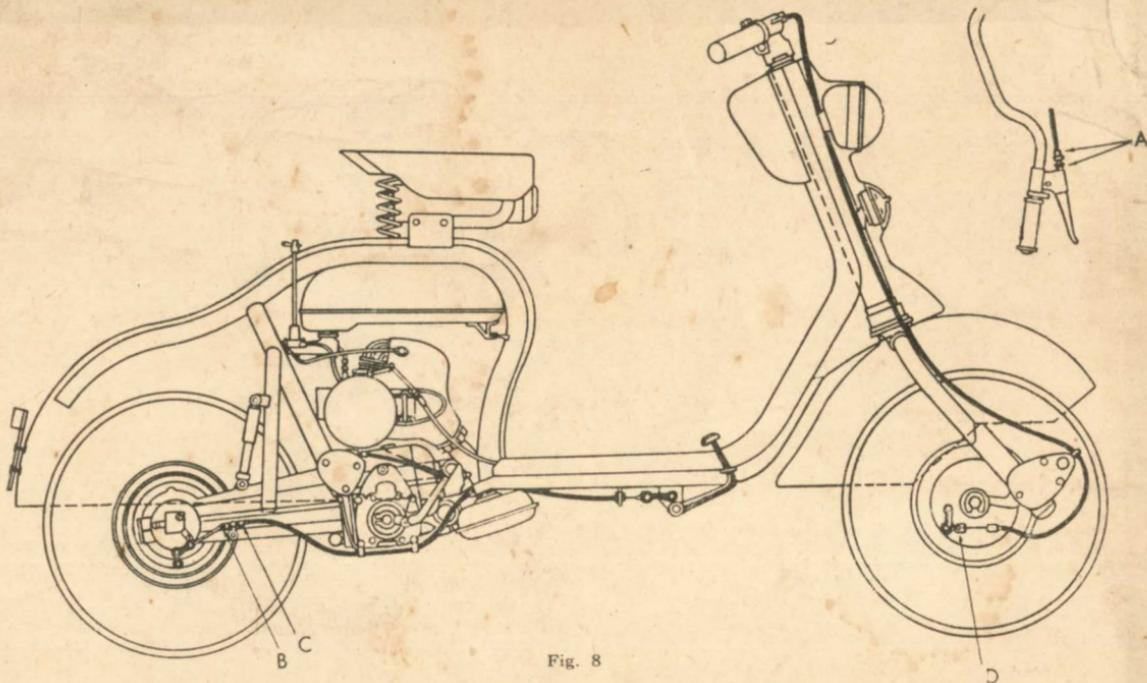

Fig. 8
Para regular el freno trasero afloje la contratuerca (B) (Fig. 8) y regule con la pieza (C), apretando después nuevamente la contratuerca (B).
Para el freno delantero regular la tuerca (A) en la empuñadura derecha o bien aflojando el tornillo D y tirando el cable. (Fig. 8).